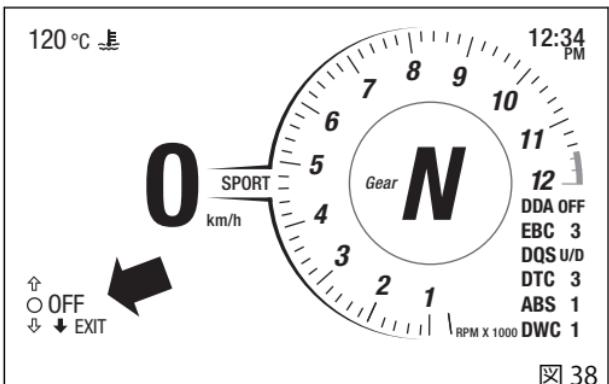

図38
- 現在のレベルが表示されます(図38)。ブラウズボタンを使用して、設定可能なレベル(OFF、LOW、MEDIUM、HIGH)をスクロールできます。